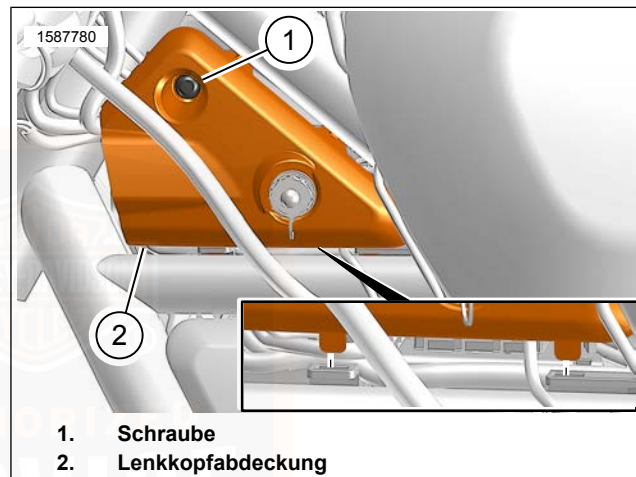

Abbildung 82. Lenkkopfabdeckung (linke Seite typischerweise)
1. Siehe Abbildung 82. Die Schraube (1) entfernen.
2. Kippen Sie die Seitenabdeckung (2) beim Anheben leicht nach außen.